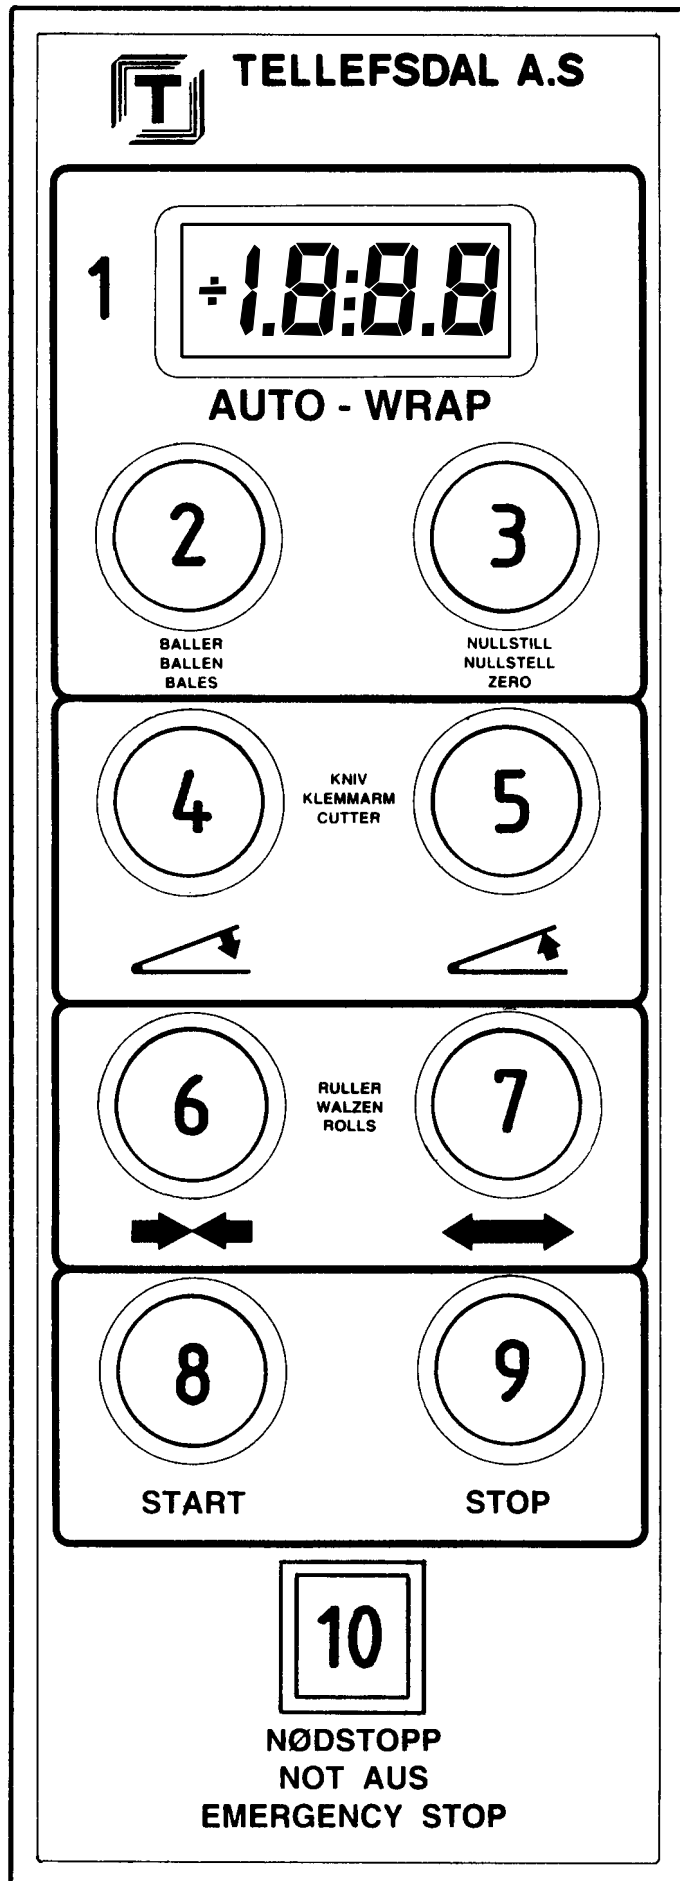

Fig. 7-1
Commençons par passer en revue les différentes fonctions de l'écran et des touches ainsi que les combinaisons possibles. La touche décrite est indiquée dans le texte par le nom de sa fonction, par ex. "START", ainsi que par la position de référence qu'elle occupe sur la représentation du boîtier (fig. 7.1), comme par ex. (8).